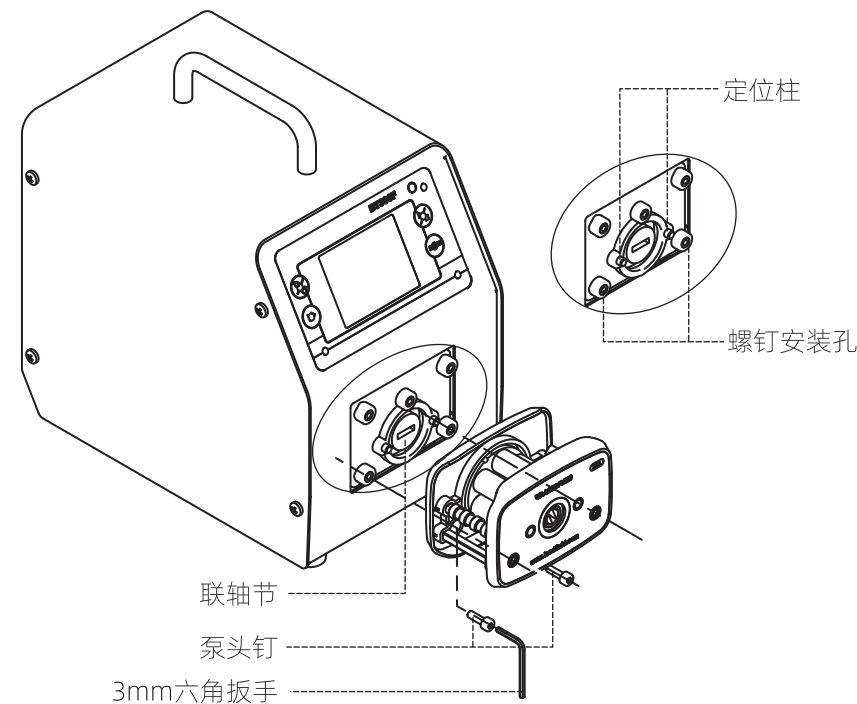

图3 DS泵头安装示意图
- 按照图3所示方向，泵头定位孔与泵头支架定位柱对准，泵头轴扁与驱动器联轴节凹槽对准后向驱动器方向推入泵头，使泵头紧贴于泵头支架上；